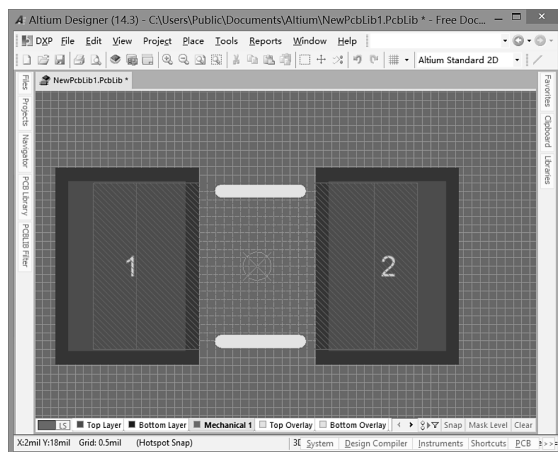
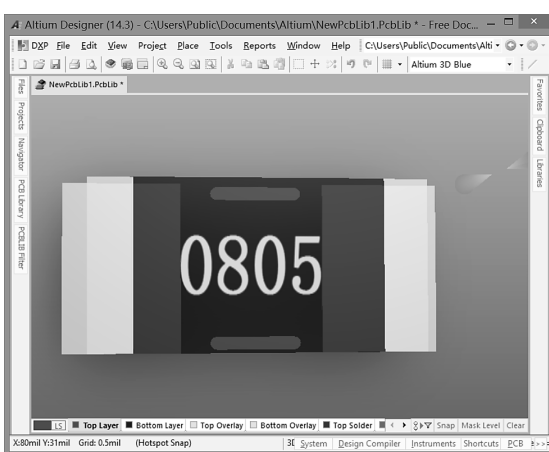
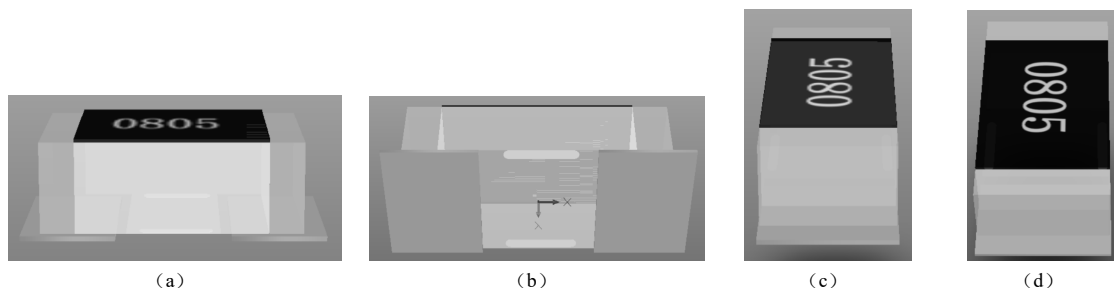

图 9-6-19 最终二维视图效果
图 9-6-20 最终三维视图效果
图 9-6-21 多角度三维视图效果
(9) 将四个三维模型对象选中后移至封装的上方,并将管脚对齐,将其保存。其最终二维视图效果如图 9-6-19 所示,三维视图效果如图 9-6-20 所示,多角度三维视图效果如图 9-6-21 所示。